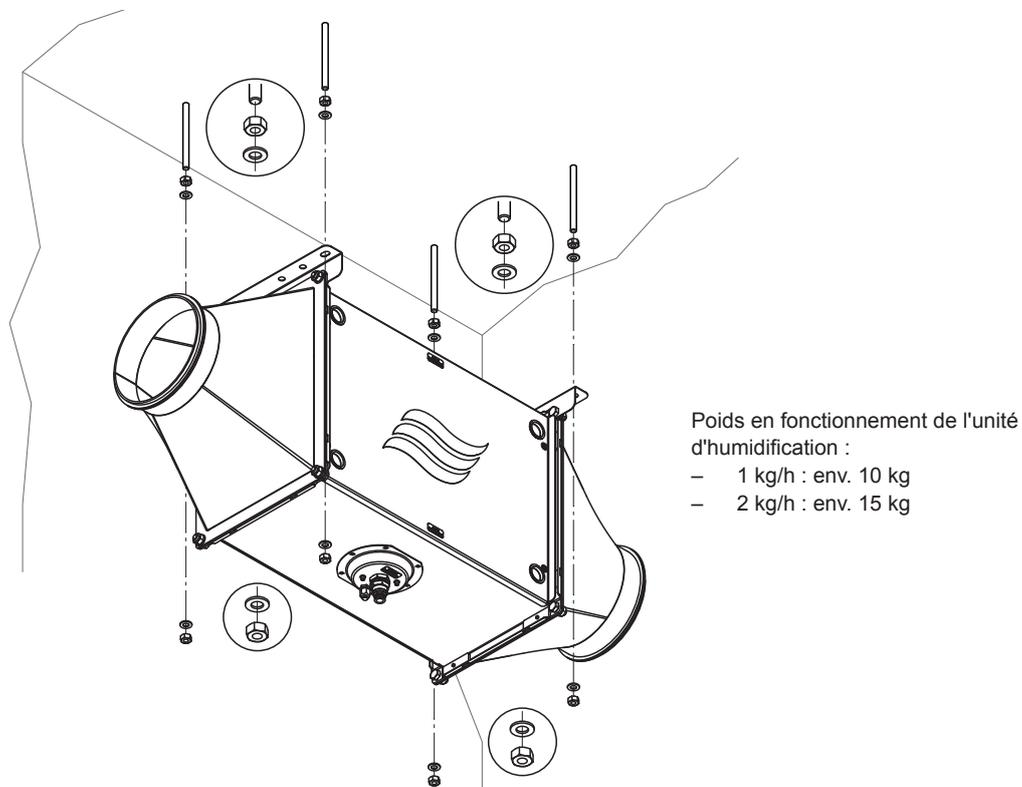

Fig. 12: Fixer le caisson de l'humidificateur aux tiges filetées
Important : Le point de fixation doit présenter une résistance et une stabilité suffisantes (voir poids Fig. 12) !
2. Fixer le caisson de l'humidificateur aux tiges filetées au-dessus des équerres avec les écrous M8 et les rondelles, comme illustré dans Fig. 12.